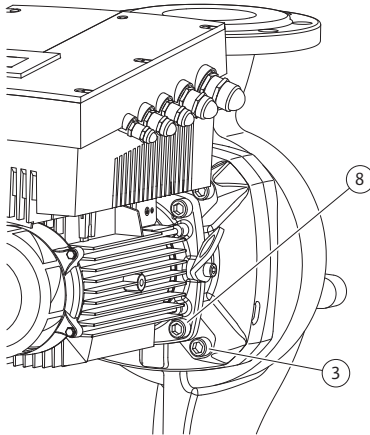

Fig. 50: Moottori-juoksupyöräyksikön vaihtoehtoinen kiinnitys
11. Avaa ruuvit (Fig. 7, kohta 3) ja poista ne. Ota pumpputyypistä riippuen ulommat ruuvit (Fig. 50, kohta 3). Moottori-juoksupyöräyksikkö (katso Fig. 13) jää ruuvien poistamisen jälkeen pumpun pesään. Kallistumisvaaraa ei ole myöskään moottoriakselin vaakasuorassa asennossa.
16. Avaa pumpputyypistä riippuen ruuvit (Fig. 7, kohta 10) tai vaihtoehtoisesti ruuvit (Fig. 50, kohta 8).
22. Työnnä tiivistelaippa varovasti akselin yli ja asemoi se vanhaan tai johonkin toiseen haluttuun kulma-asentoon moottorilaippaan nähden. Kiinnitä tässä huomiota komponenttien sallittuihin asennusasentoihin (katso luku 7.1 "Sallitut asennusasennot ja komponenttien sijoituksen muutokset ennen asennusta" sivulla 79). Kiinnitä tiivistelaippa ruuveilla (Fig. 7, kohta 10) tai – pumppu-tyypeissä/tiivistelaippatyypeissä kuten (Fig:ssa 50) – ruuveilla (Fig. 50, kohta 8) moottorilaippaan.